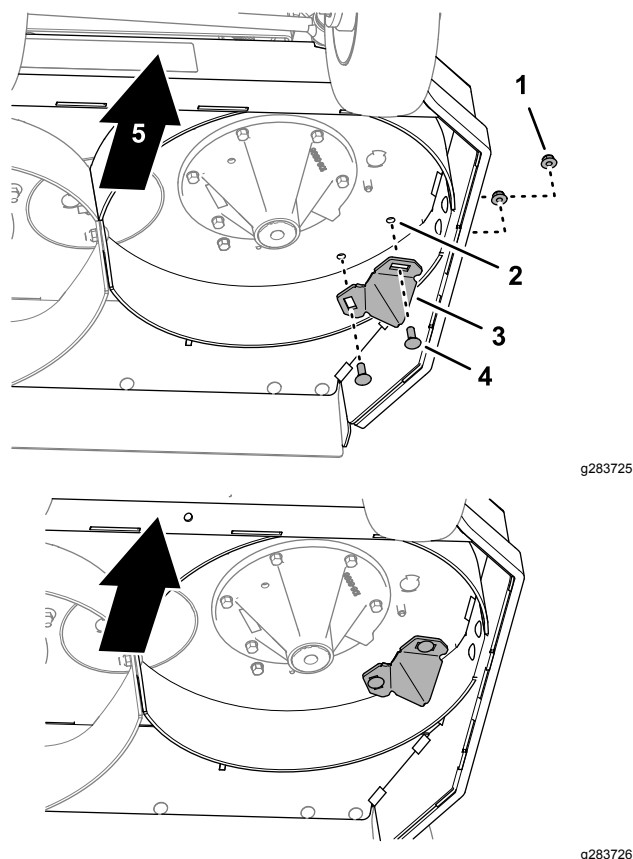

Figura 5
1. Sul lato destro del piatto di taglio, allineate le scanalature nel raccordo dell'inserto con i 2 fori da 10 mm che avete praticato nel piatto di taglio (Figura 5).
2. Montate il raccordo dell'inserto sul piatto di taglio (Figura 5) con 2 bulloni a testa tonda ($\frac{3}{8}$ " x 1") e 2 dadi di bloccaggio flangiati ($\frac{3}{8}$ ").